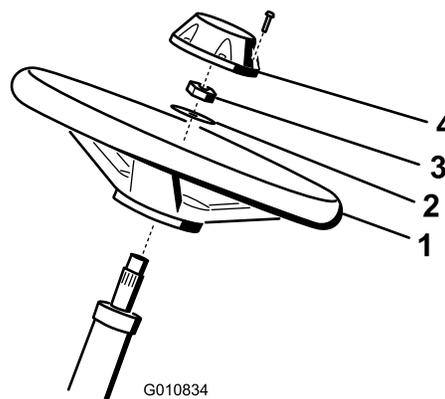

Рисунок 6
1. Нанесите противозадирный состав на рулевой вал (показанный на Рисунок 6).
2. Установите рулевое колесо на рулевой вал с помощью шайбы и контргайки (Рисунок 6).
4. Установите колпачок на рулевое колесо (Рисунок 6).